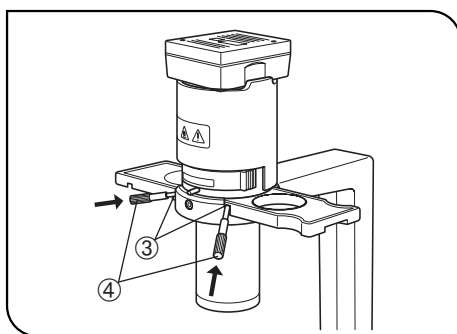

Fig. 24
4. Olhando pelo telescópio de centragem, rode a escala serrilhada para fazer a focagem no anel de fase ② da objectiva correspondente ao anel de luz ①. (fig. 24)
5. Insira os botões de centragem ④ nos dois furos de apertar de centragem ③ no cursor de fase. Aperte e solte os botões de centragem até o anel de luz ficar sobreposto ao anel de fase ② da objectiva. (fig. 24 & 25)
6. Repita os passos acima para ajustar a centragem com outras objectivas. Contudo, o IX2-SL usa os anéis de luz PHC e PH1 com as objectivas 10X e 20X. Para assegurar a utilização com as duas objectivas, coloque a objectiva 10X ou 20X que não foi usada para centrar no caminho óptico e certifique-se de que o anel de luz ① não se está a desviar do anel de fase ②. Se houver algum desvio, volte a centrar com as outras objectivas.